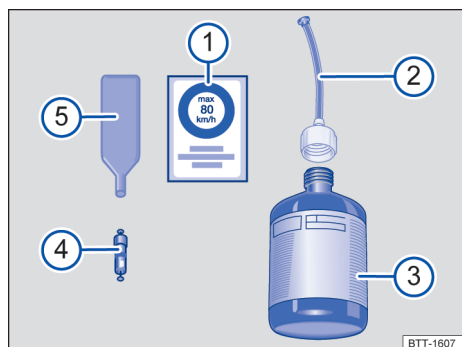

Fig. 266 Representação esquemática: componentes do kit de reparo dos pneus.
O kit de reparo dos pneus é composto pelos seguintes componentes → Fig. 266:
A **chave para remoção do elemento da válvula** → Fig. 266 5 possui uma fenda na extremidade inferior, na qual se ajusta o elemento da válvula. Somente assim é possível remover e reinstalar o elemento da válvula do pneu. Isto também é válido para o elemento da válvula de reposição 4.
11. Colar a etiqueta adesiva → Fig. 266 ① do kit de reparo dos pneus no campo de visão do condutor no painel de instrumentos.
- Com a chave para remoção do elemento da válvula → Fig. 266 ⑤, desenroscar o elemento da válvula da válvula do pneu e colocá-lo sobre uma superfície limpa.
- Agitar a garrafa para enchimento dos pneus → Fig. 266 ③ algumas vezes com força.
- Rosquear a mangueira de enchimento → Fig. 266 ② com firmeza no sentido horário sobre a garrafa para enchimento dos pneus. A película na tampa é perfurada automaticamente.
- Remover o bujão da mangueira de enchimento → Fig. 266 ② e introduzir a extremidade aberta totalmente na válvula do pneu.
- Rosquear novamente o elemento da válvula com a chave para remoção do elemento da válvula → Fig. 266 ⑤ na válvula do pneu.